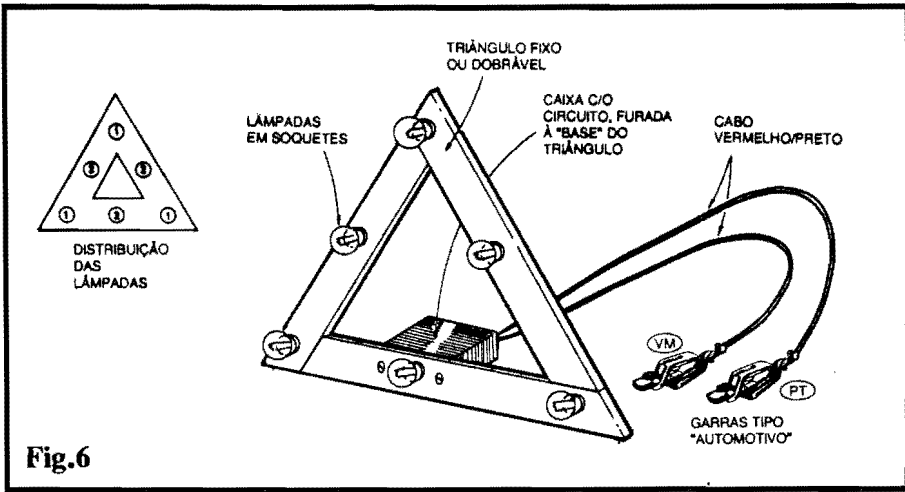

Fig.6
- FIG. 6 - ESTRUTURANDO O NOVO TRIÂNGULO - O "jeitão" geral